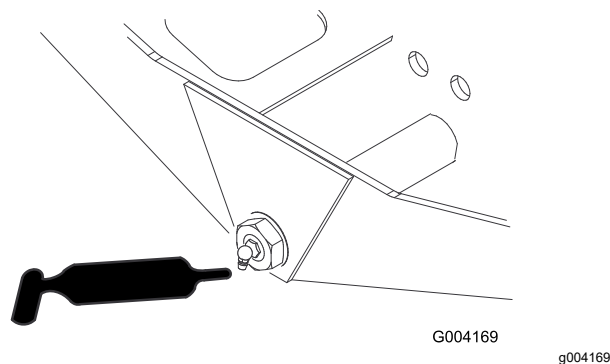

Figura 70
- Pivô da direção do eixo (1) (Figura 70)